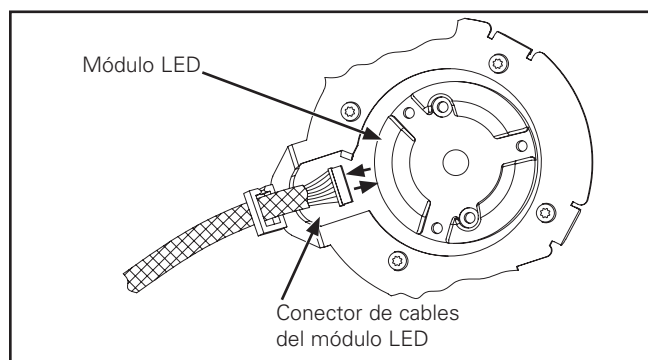

Figura 28.
4. Desconecte el conector de cables del módulo LED (Figura 28.).